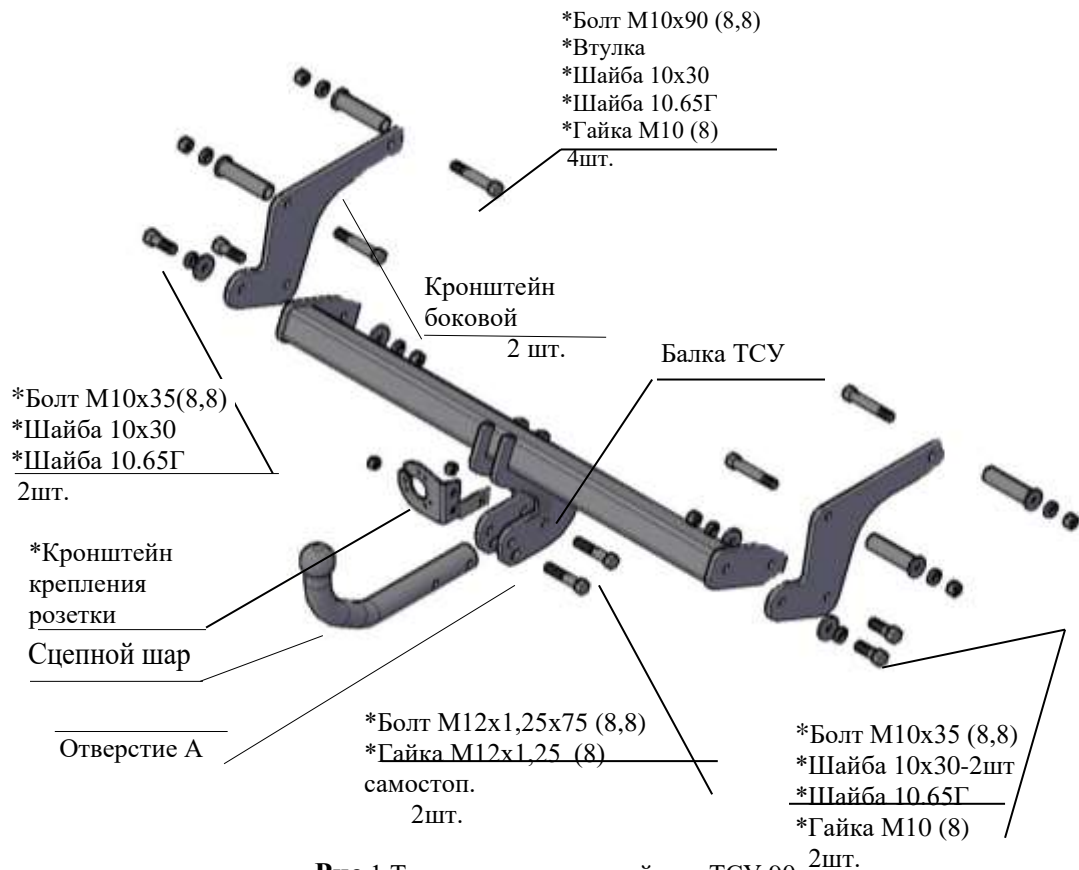

Рис.1 Тягово-сцепное устройство ТСУ 90
2.1 ТСУ 9061 в сборе (рис.1)	1 шт.
2.2 Пакет с комплектующими (см. рис.1)+ защитный колпак	1+1 шт.